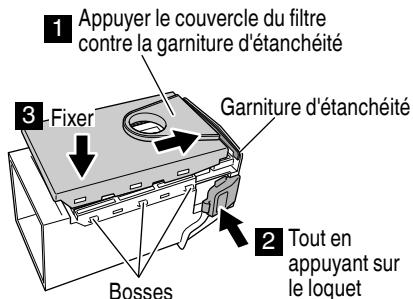

Fig. 18
- (3) Appuyer le couvercle du filtre contre la garniture d'étanchéité de la boîte à poussière. Tout en appuyant sur le loquet, fixer le couvercle du filtre de manière à ce qu'il se place dans les bossés de la boîte à poussière, en veillant à ce que le loquet ne fasse pas obstacle au couvercle du filtre. (Fig. 18)